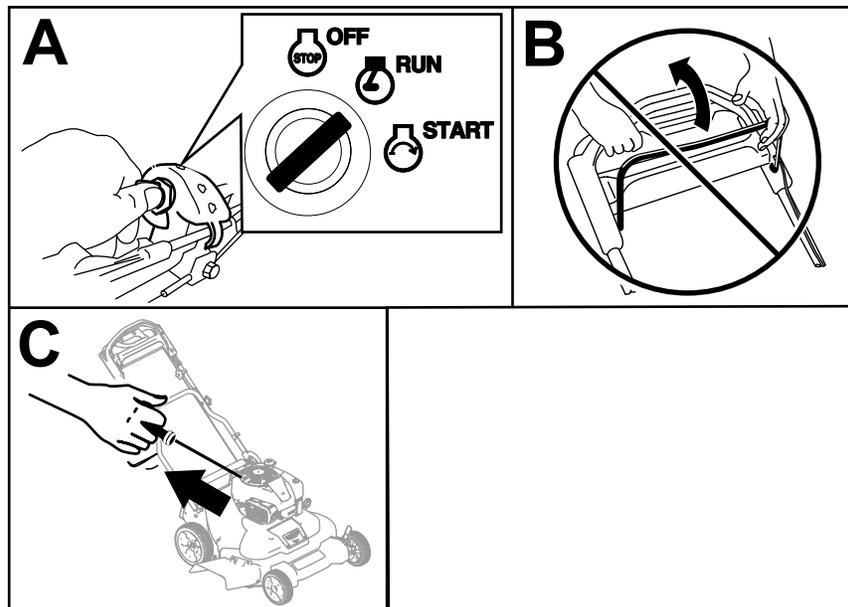

Рисунок 16
1. Поверните ключ зажигания в положение RUN (РАБОТА) (вид А на Рисунок 16).
**Внимание:** Не пытайтесь запускать двигатель с задействованной штангой управления ножом; в противном случае может перегореть плавкий предохранитель (вид В на Рисунок 16).
2. Медленно потяните за рукоятку механического стартера назад, пока не почувствуете сопротивление, после чего резко дерните за нее (вид С на Рисунок 16). Дождитесь полного вытягивания троса в кожух двигателя.